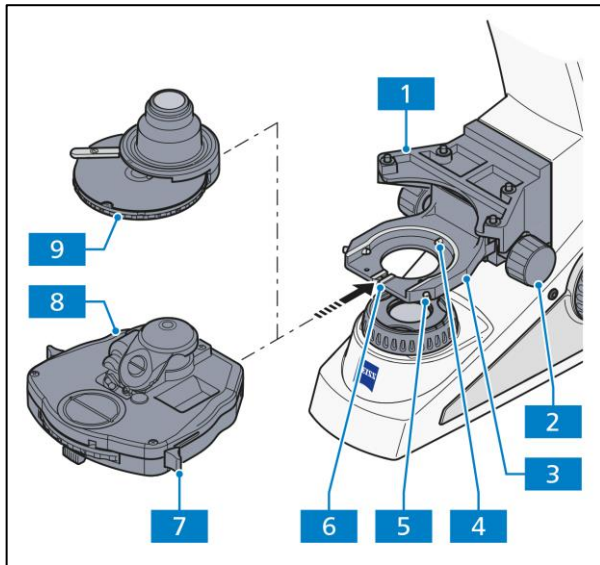

Abb. 3-13 Kondensor ansetzen
- Frontoptik (sofern schaltbar) am Kondensor mit Hebel (Abb. 3-13/7) herausklappen.
- Beide Zentrierschrauben (Abb. 3-13/5) auf dem Kondensorträger herausdrehen, bis deren Enden nicht mehr zu sehen sind.
- Kondensorträger (Abb. 3-13/2) mit Rändelknopf für Höhenverstellung (Abb. 3-13/3) ganz nach unten fahren.
- Kondensor (Abb. 3-13/8 bzw. 9) zwischen Kondensorträger (Abb. 3-13/3) und Tischträger (Abb. 3-13/1) einführen. Dabei Stiftschraube an der Unterseite des Kondensors in Richtung Nut (Abb. 3-13/6) orientieren.
- Kondensor mit der Ringschwalbe gegen das Federhaus (Abb. 3-13/4) des Kondensorträgers drücken, bis der Kondensor waagrecht auf den Kondensorträger aufgelegt werden kann.
- Kondensor so auf den Träger aufsetzen, dass die Stiftschraube vorn in der Nut (Abb. 3-13/6) anliegt.